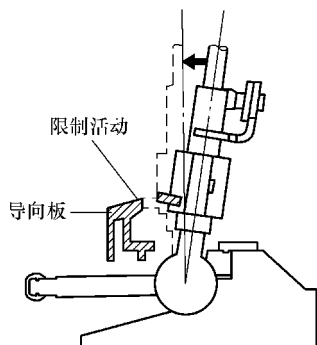
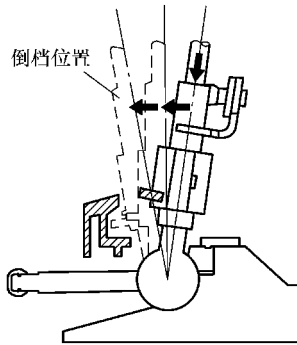

图 3-38 倒档锁定结构 (变速杆没有下压时换挡)
图 3-39 倒档锁定结构 (变速杆压下时换挡)
(3) 倒档锁装置 当汽车在前进行驶中, 换档时由于疏忽而误挂入倒档, 将会使轮齿间产生极大的冲击。此外, 若汽车起步时误挂倒档则容易发生事故。为防止误挂倒档, 操纵机构中应设有倒档锁。6 档手动变速器安装在变速杆组件上的导板能够限制变速杆移动, 防止意外地从一档换成倒档。换成倒档时, 一旦变速杆被压下, 就到了倒档位置, 变速杆上的凸头会到达导板下面, 释放倒档限制, 允许换成倒档如图 3-38、图 3-39 所示。